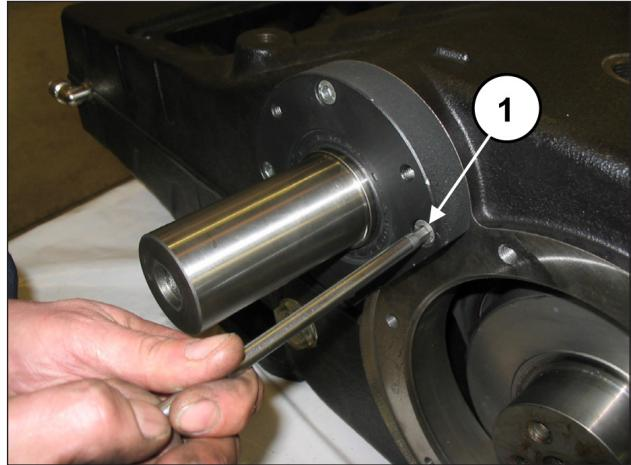
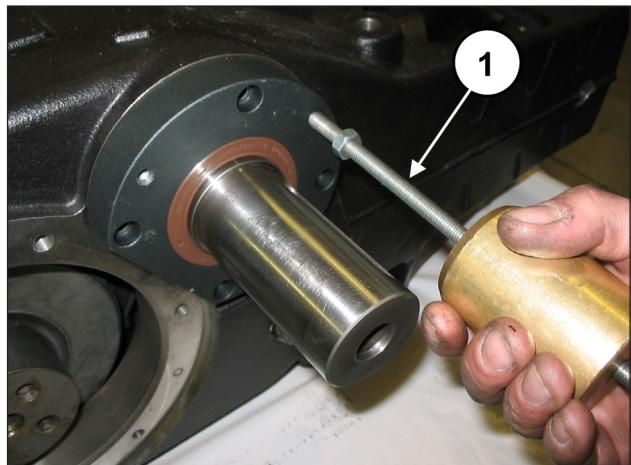

Fig. 26
Fig. 27
Dévisser les vis de fixation du couvercle du roulement de prise de force, droit et gauche, (rep. ①, Fig. 26) et dégager les deux couvercles de l'arbre de la prise de force. Pour faciliter le démontage, utiliser 3 goujons ou vis M8 (rep. ①, Fig. 27) avec la fonction d'extracteurs.